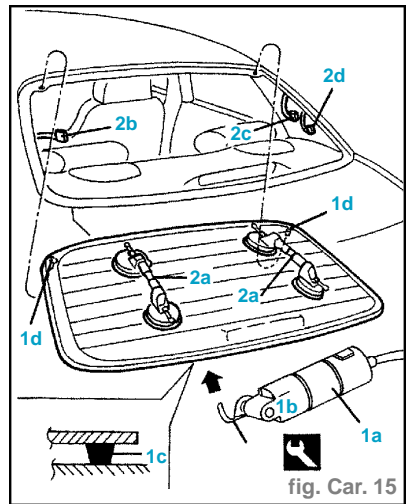

fig. Car. 15
- Utiliser un couteau vibrant (1a), avec lame (1b) et couper le fil de mastic (1c) qui fixe la lunette arrière. Opérer à l'extérieur de la voiture. En coupant faire attention aux goujons de centrage (1d) de la lunette arrière. Ces goujons peuvent en outre opposer de la résistance au détachement de la lunette arrière (fig. Car. 15) :